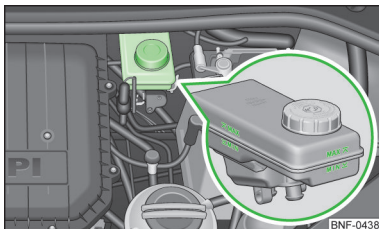

Fig. 103
Recipientul lichidului de frână se găsește în compartimentul motor » fig. 103 la pagina 115.
- Dacă nivelul de lichid a scăzut sub marcajul „MIN” » fig. 103 la pagina 115, , nu continuați deplasarea - există pericol de accident! Solicitați asistență de specialitate la o unitate autorizată.
➤ Verificarea nivelului de lichid de frână din rezervor » fig. 103.